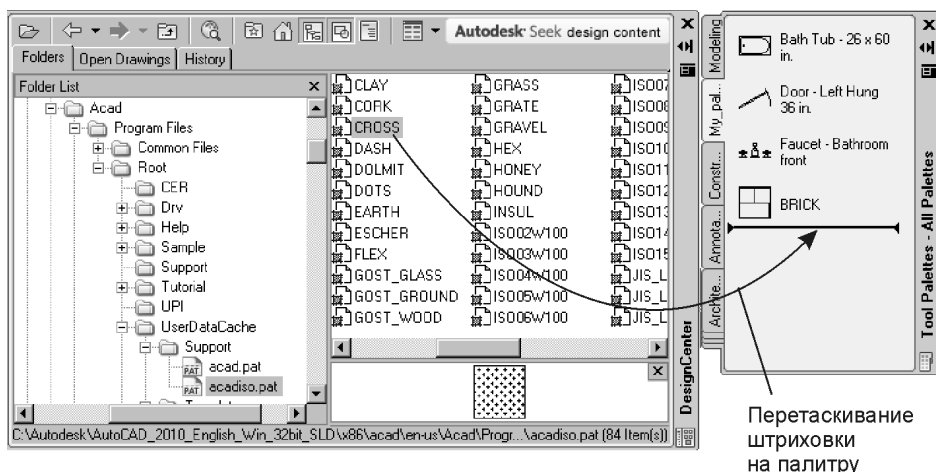

Рис. 2.12. Перетаскивание образца штриховки из центра управления на инструментальную палитру
- Отпустите левую кнопку мыши в момент появления черной горизонтальной линии в месте вставки образца штриховки (рис. 2.12). На палитре появится копия выбранной штриховки.